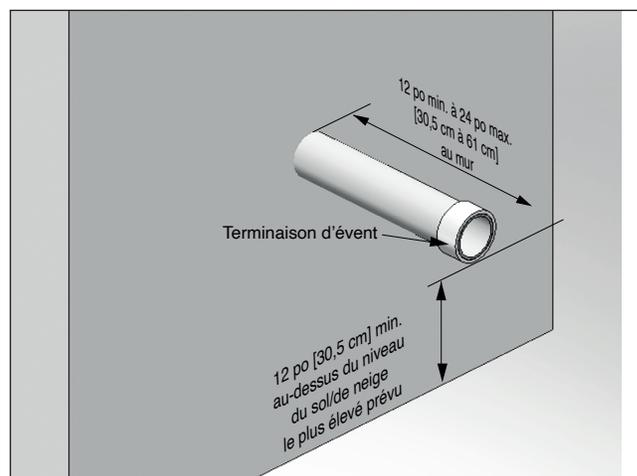

Fig. 18 - Catégorie - IV - Terminaison murale du tuyau d'évent
- À l'aide d'un raccord, comme l'illustre la **fig. 18**.
- Utiliser un raccord comme l'illustre la *Fig. 18 en page 27*.